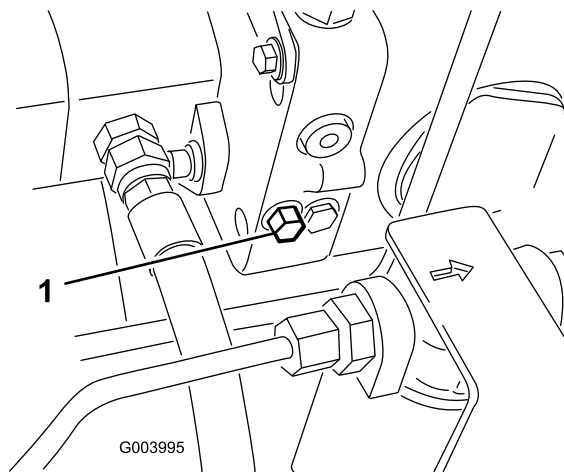

図 44
1. バイパス・バルブはヒドロスタットの左側にある（図 44）。バイパス・バルブを右または左1～1.5回転させると内部でバイパスが形成される。これにより、トランスミッションを破損することなく、機械を押して低速で移動できるようになる。